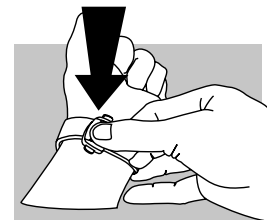

fig.2
Lukning (fig. 2): Tag dit OMEGA-ur om håndledet og luk spændet, indtil du hører et klik.
Justering af længde (fig. 2): Tryk trykknappen "PUSH" i retning (A) og vip den opad for at frigøre tappen (B). Lad tappen glide ind i kappen, således at den er placeret på den ønskede indstilling (C). Tryk på det bevægelige system for at låse det, og sørg samtidig for at placere hullet korrekt på fremspringet for ikke at beskadige tappen (D). Tag uret på for at se om justeringen er korrekt og gentag fremgangsmåden, hvis det er nødvendigt.